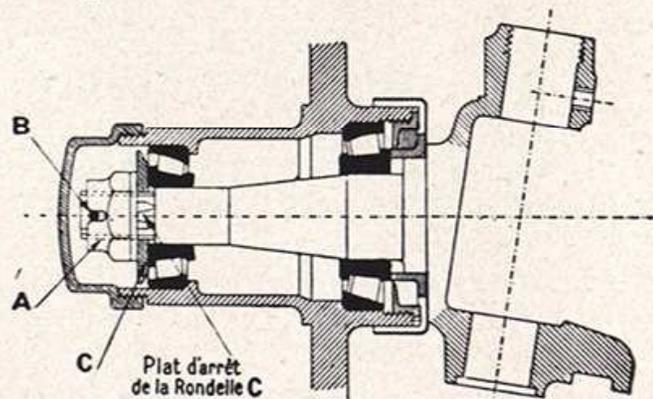

Fig. 15
Après avoir enlevé la roue, dévisser le bouchon de moyeu afin d'accéder à l'écrou A (fig. 15) de blocage du moyeu sur la fusée, le dégoupiller et le dévisser.
Les roulements à rouleaux coniques Timken nécessitent certaines précautions lors de leur remontage. Le moyeu et ses roulements étant remis en place sur la fusée, serrer avec précaution l'écrou A (fig. 15) jusqu'à ce qu'en tournant la roue à la main on éprouve une légère résistance. Dévisser alors cet écrou de la quantité minimum nécessaire pour introduire la goupille fendue (B) à la fois dans un créneau de l'écrou et dans un des trous percés à l'extrémité de la partie filetée de la fusée.